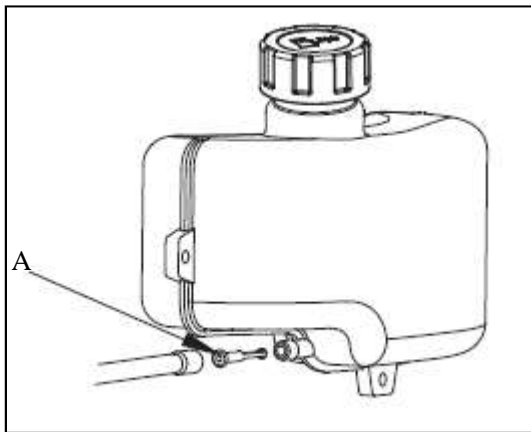

Fig. 14
3. Vuelva a instalar el filtro de combustible (A) y la línea de combustible.. (vea Fig. 14)